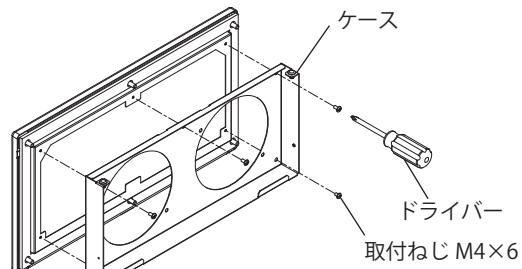

図18
2. 本製品のケースを SLS-4424FR(C)・FSR に取付ねじ M4×6(5 か所)にて固定してください。(図 18)